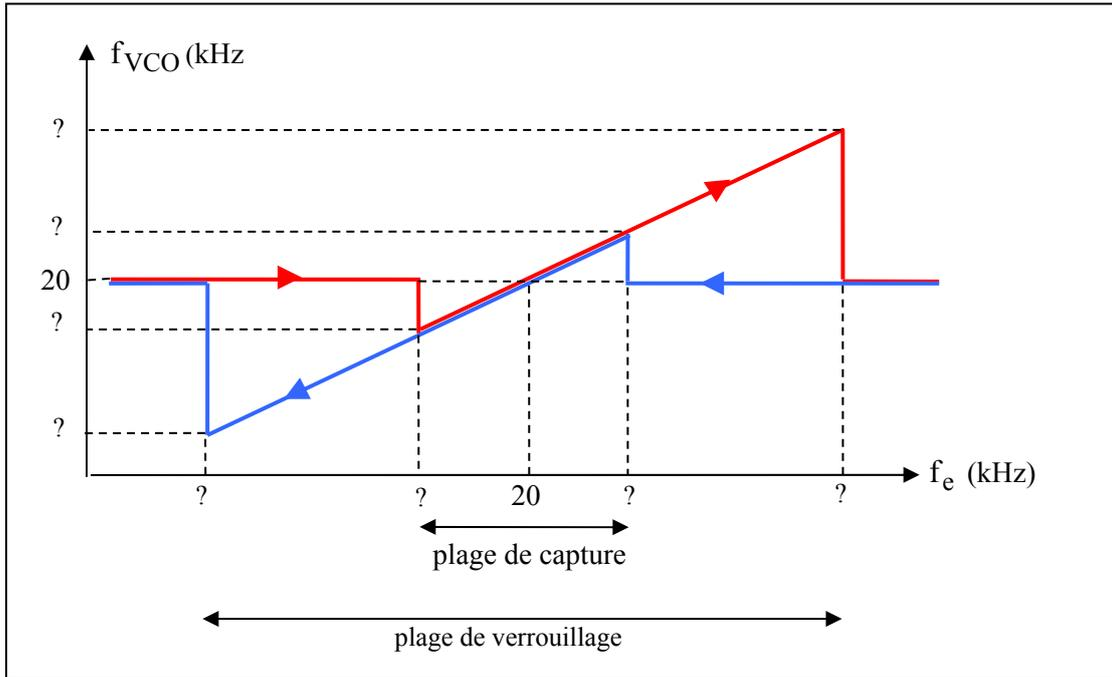

Figure 4 : Variation de  $f_{VCO}$  en fonction d'une variation quasi statique de la fréquence  $f_e$
**Question 6 :** On procède à un balayage quasi statique de la fréquence  $f_e$ , c'est-à-dire très lent de telle manière que le régime stationnaire soit atteint à chaque instant, et on obtient la variation  $f_{VCO}$  de la figure 4. Compléter le graphe en indiquant les valeurs des fréquences  $f_e$  et  $f_{VCO}$ .